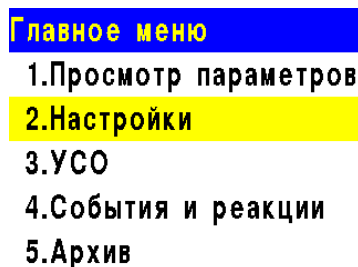

Рисунок 19 - Главное меню ППК
- 2.3.1. В **Главном меню** ППК выбирать пункт **2.Настройка**. Нажать кнопку **Ок** (рисунок 19).